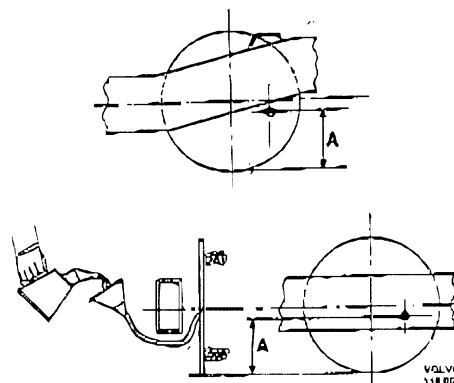

Bild 41. Påfyllning av olja
9. Ta bort nivåpluggen (2) på växelhusets lock. Ta bort påfyllningspluggen (1) och fyll olja. Beträffande mängd och kvalitet, se "Data".
10. Ta bort pluggen i lintrummans lock. Vrid runt ingående axeln så att pluggen A bild 41 på lintrumman står 122 mm över trummans underkant. Fyll på olja. Beträffande mängd och kvalitet, se "Data".